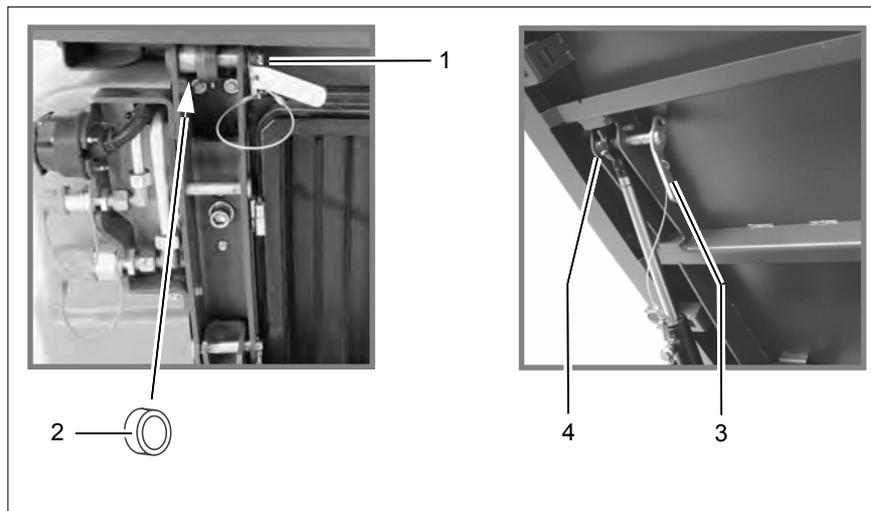

Fig. 40
- Continuer d'abaisser régulièrement et parallèlement la plateforme avec les vilebrequins jusqu'à ce que les forures (Fig. 40/1) prévues pour les boulons 2) soient alignées.
- Bloquer la plateforme avec les boulons et les goupilles de retenue. Pour ce faire, placer la douille (Fig. 40/2) (voir notice) de telle sorte que la plateforme soit alignée uniformément sur le côté.
- Basculer à la main la plateforme vers le haut et pour des raisons de sécurité, poser le vérin droit dans l'entretoise (Fig. 40/4).
- Introduire les deux boulons de verrouillage (Fig. 40/3) entre la plateforme et les vérins et les bloquer avec des goupilles de retenue.